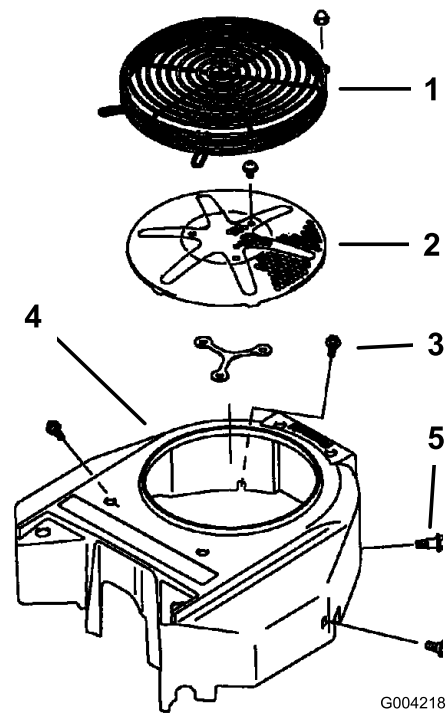

Figura 55
Antes de cada uso, retire cualquier acumulación de hierba, suciedad y otros residuos de la rejilla del motor. Esto ayudará a asegurar una refrigeración adecuada y una velocidad de motor correcta, y reducirá la posibilidad de sobrecalentamiento y daños mecánicos al motor (Figura 55).
3. Retire la rejilla de entrada de aire, el arrancador de retroceso y la carcasa del ventilador (Figura 55).
5. Instale la rejilla de entrada de aire, el arrancador de retroceso y la carcasa del ventilador (Figura 55).